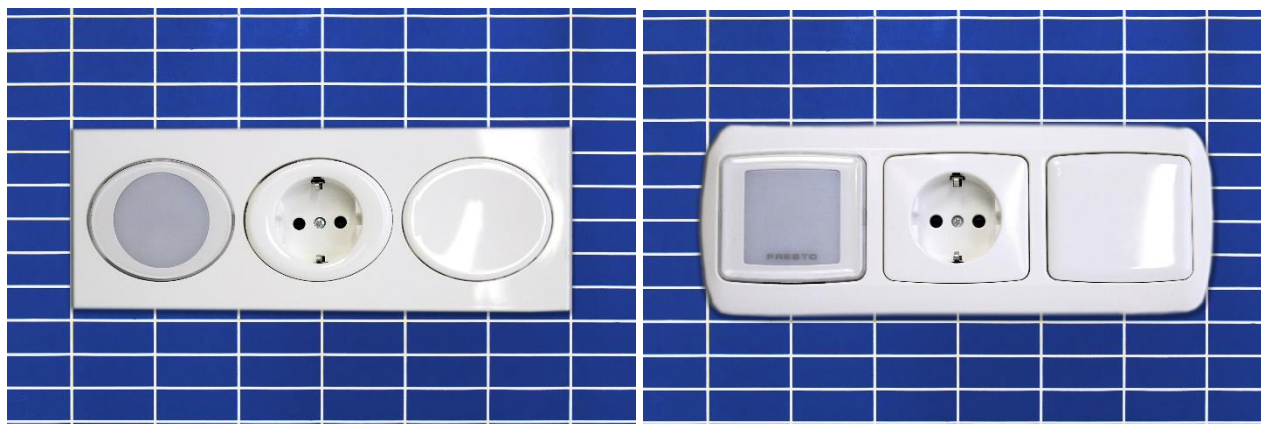

Figura 110. Integración del módulo de activador con el resto de elementos de la vivienda (GALINDO NESS® y PRESTO GO® respectivamente)
- b. Si no se quiere retirar ningún mecanismo de la ubicación elegida para el módulo de activación (**3**) o repetición (**5**), otra opción es ampliar el número de cajas enlazables instaladas. Es muy importante conocer los modelos compatibles con la baliza del activador (3) o la tapa ciega del repetidor (**5**) de la TECNOLOGÍA NESS (**PRESTO GO®** y **GALINDO NESS®**) del fabricante Niessen (series **ARCO** y **TACTO** respectivamente) que, a fecha de redacción de este documento, solo tienen marcos de 1, 2 y 3 mecanismos, por lo que a la hora de ampliar los mecanismos se ha de tener en cuenta este dato y no realizar la ampliación para colocar un cuarto mecanismo donde ya se encuentran tres instalados¹⁵ (Figura 110).